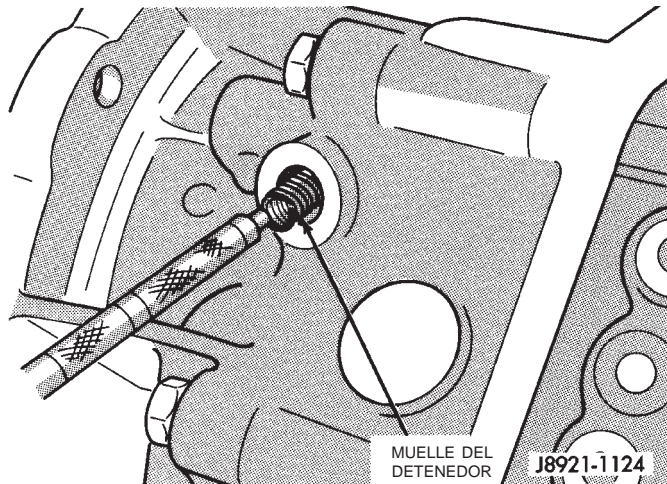
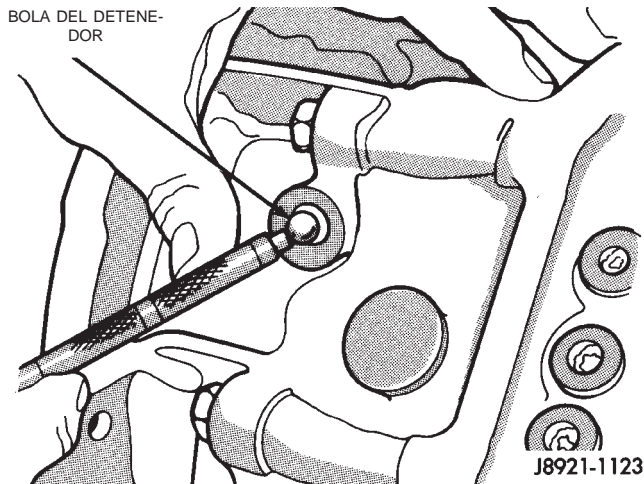

Fig. 21 Desmontaje del muelle del detenedor
Fig. 22 Desmontaje de la bola del detenedor
- (9) Retire el muelle de la bola y la bola del detenedor con un imán tipo lápiz (Fig. 21), (Fig. 22).